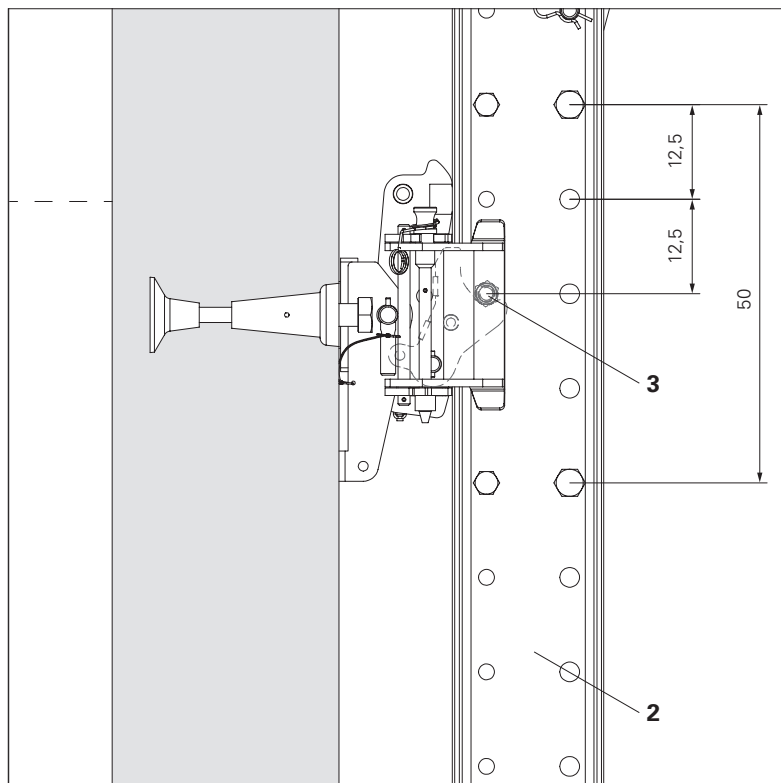

Fig. B1.04
Sulle guide di ripresa sono montati distanziatori a una distanza di 50 cm. E' possibile installare distanziatori M20-82 (3) addizionali sulle guide di ripresa (2) come bulloni di ripresa. Questo consente di regolare l'altezza della cassaforma rampante e delle piattaforme di servizio con incrementi di 12,5 cm. (Fig. B1.04 + B1.05)
(Fig. B1.04 + B1.05)